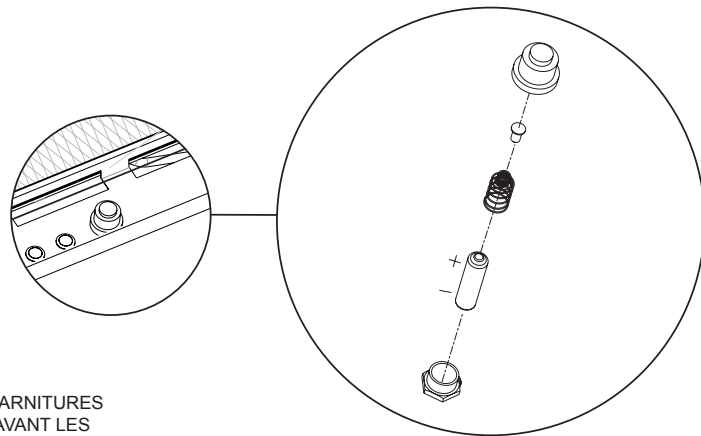

Figure 28
5. Dévisser le bouton d'allumage et installer la pile AA fournie dans l'enveloppe d'instruction avant de fermer la porte de contrôle. (Noter la polarité de la pile.) **Voir Figure 28.**